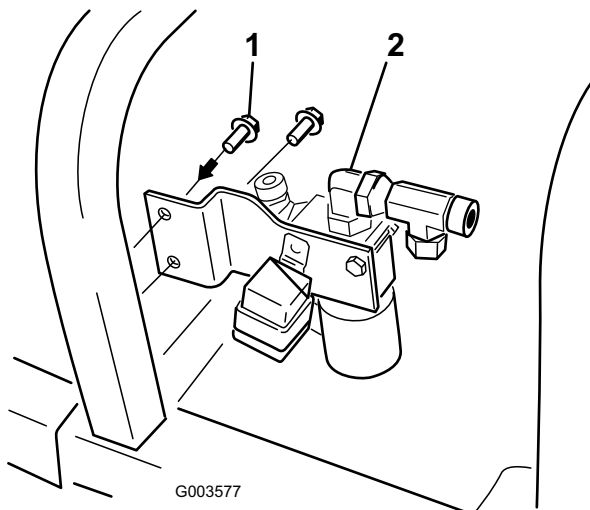

Bild 12
7. Befestigen Sie die Ventilhalterung mit zwei Blechschrauben (9/32 x 3/4 Zoll) (Bild 12) am Maschinenrahmen.